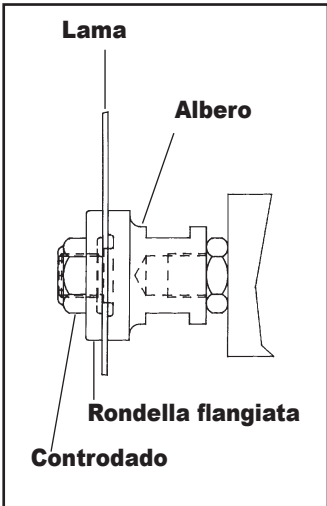

FIG. 2
- Albero standard: installare la lama sulla spalla dell'albero di diametro 5/8 (Fig. 2). Installare la flangia con il lato abbassato verso la lama e stringere il controdado. Tenendo una chiave (fornita) sulle parti piatte dell'albero da 7/8, stringere il controdado dell'albero. La lama deve posizionarsi completamente sulla spalla dell'albero ed essere allineata con la superficie dell'albero.
Particolare della **rondella** dalla Fig. 2 e 3 sulla destra.